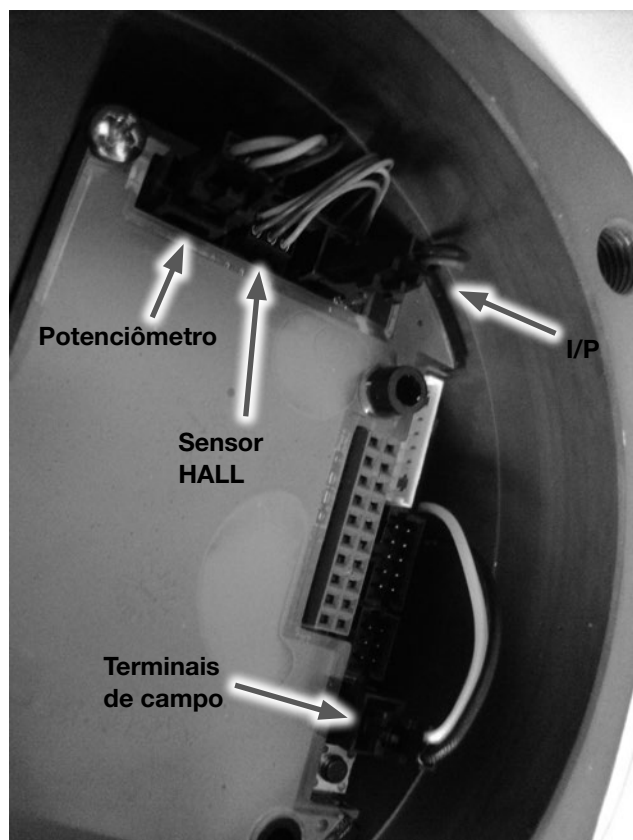

Figura 29 – Ligação dos fios/conectores à placa principal
- Remova a tampa frontal e a tampa plástica de proteção conforme indicado no item 9.3.1.
- Neste ponto, a placa da interface com o usuário pode ser removida conforme indicado no item 9.3.2.
- Certifique-se de que os terminais (com os respectivos fios) do potenciômetro, do módulo I/P, do sensor de efeito Hall e dos terminais de campo (vide Figura 29) tenham sido previamente desconectados da placa principal.